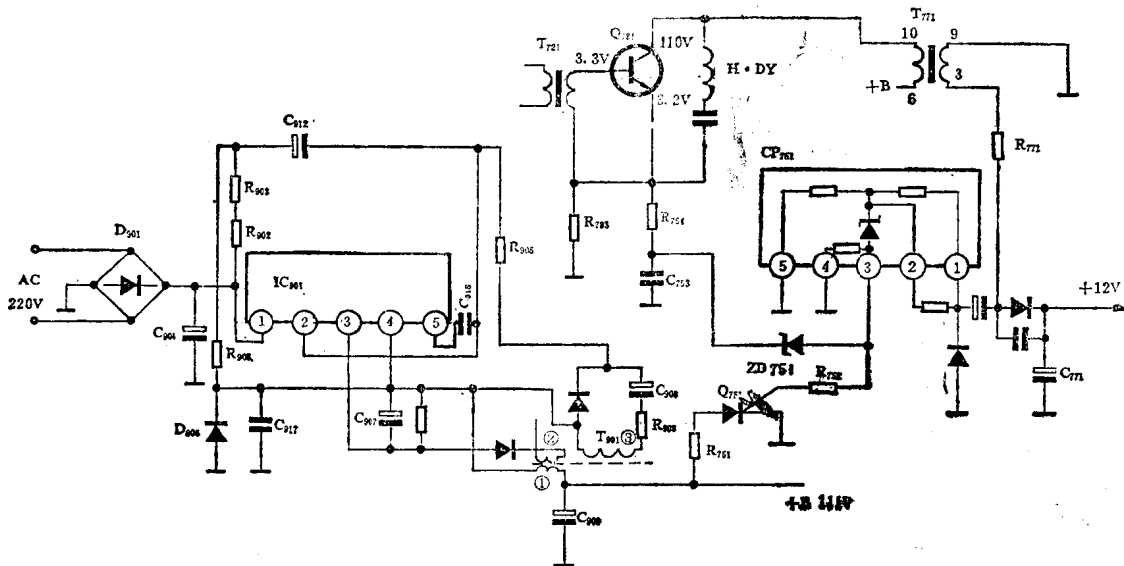

图 3
根据现象分析，故障在电源电路或行输出电路。首先接通电源，测得整机电源输出电压+B点为0V。同时听见有“吱吱”声，这说明过压过流保护电路起控，使开关电源输出为0V。该机的电源电路为串联式开关稳压电源如图3所示。交流220V电压经D₉₀₁、C₉₀₆整流滤波后得到300V脉动直流电压，送入厚膜组件IC₉₀₁的①脚（内部开关管集电极），同时，又经R₉₀₂、R₉₀₃、C₉₁₂送至IC₉₀₁②脚（内部开关管基极），使IC₉₀₁内部开关管导通，通过外部的开关变压器T₉₀₁线圈①、③形成间歇振荡，振荡脉冲宽度由T₉₀₁线圈②、D₉₀₇、C₉₀₇及IC₉₀₁内误差放大驱动电路控制，以实现稳压。得到的矩形脉冲电压从IC₉₀₁④脚输出，经过D₉₀₆、T₉₀₁的线圈①、C₉₀₈整流滤波后，输出+111V直流电压。其它电源电压由行输出变压器T₇₇₁的有关脚输出行逆程脉冲经整流滤波得到。